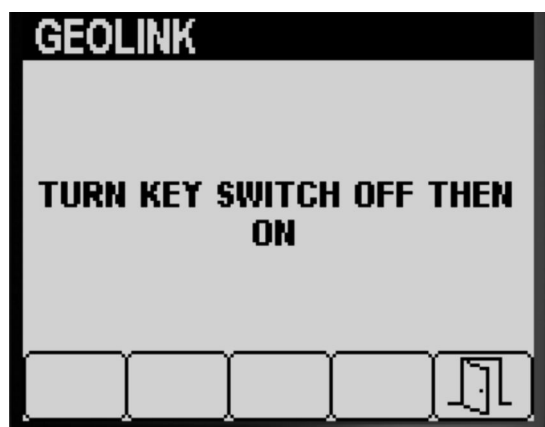

Figura 38
5. Premete il pulsante 5 per salvare le vostre impostazioni, uscire dalla schermata GEOLINK e tornare alla schermata IMPOSTAZIONI (Figura 38).